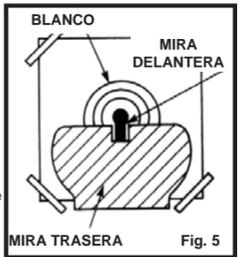

Fig. 5
- La pistola de aire está apuntada correctamente cuando la hoja de la mira delantera está posicionada exactamente el centro de la muesca de la mira trasera. La parte superior de la hoja de la mira frontal debe estar nivelada con la parte superior de la muesca de la mira trasera. La diana debe verse como si descansara encima de la mira delantera. (Fig. 5)